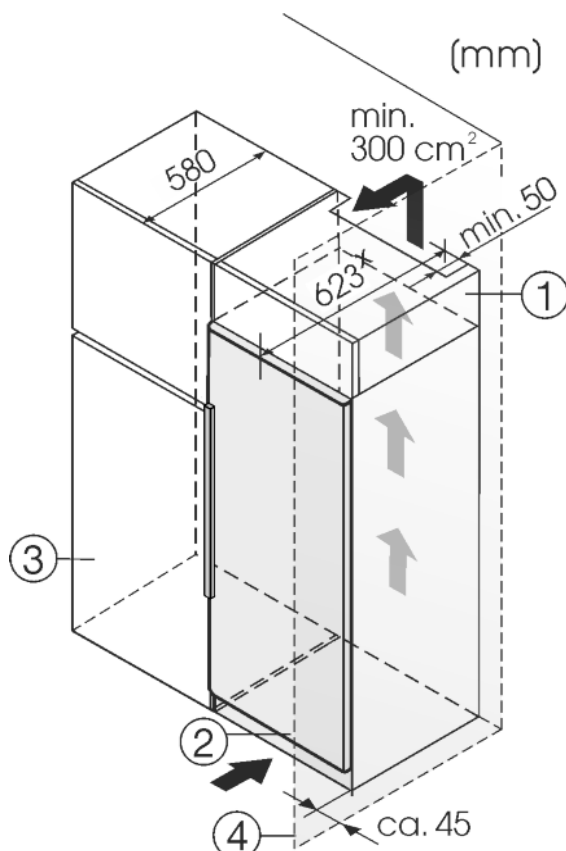

Fig. 8
- (1) Szafka nakładana (3) Szafka kuchenna
(2) Urządzenie (4) Ściana
Urządzenie może zostać obudowane szafkami kuchennymi. Aby dopasować urządzenie Fig. 8 (2) do wysokości ciągu szafek kuchennych, można nad urządzeniem umieścić szafkę nasadzaną Fig. 8 (1).
Jeżeli urządzenie będzie ustawiane z zawiasami do ściany Fig. 8 (4), to pomiędzy urządzeniem i ścianą należy zachować minimalny odstęp, wynoszący 40 mm. Na taką odległość wystaje klamka przy otwartych drzwiach.